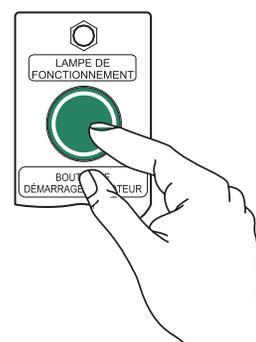

Figure 31. Bouton de démarrage du moteur
- Ensuite, appuyez sur le bouton **VERT** de démarrage du moteur (Figure 31) une seule fois. Il n'est pas nécessaire d'appuyer en continu sur le bouton. Le moteur démarre automatiquement à la fin de la séquence de compte à rebours.